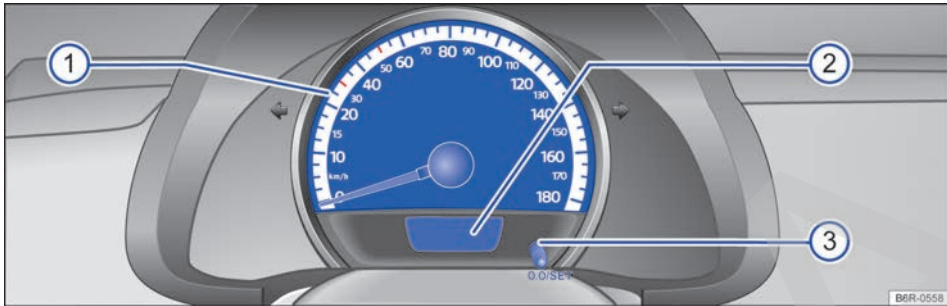
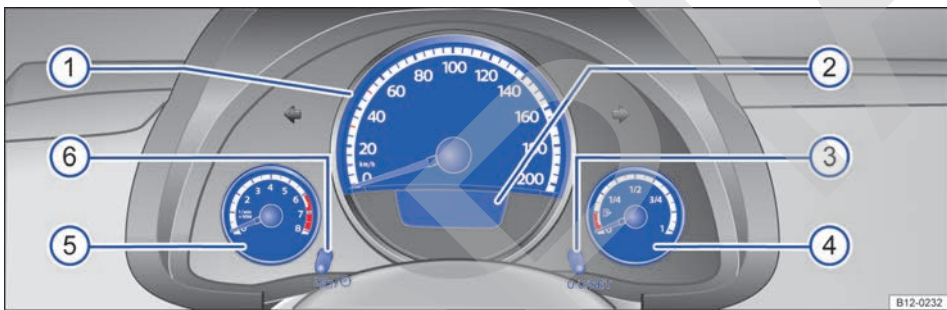
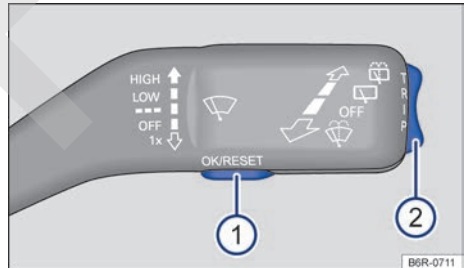

Fig. 9 Instrumento combinado en el panel de instrumentos: variante 1.
Fig. 10 Instrumento combinado en el panel de instrumentos: variante 2.
Fig. 11 Palanca de los limpiavidrios: botón ① para confirmar los ítems y tecla ② para cambiar el indicador del display.
Según la versión del vehículo, la variante 2 puede ser diferente en la división de la escala → fig. 10.
Significado de los instrumentos → fig. 9 o → fig. 10:
⑥ **Botón de ajuste del reloj** o para cambiar entre el indicador de temperatura exterior y el reloj.
- Con el encendido conectado¹⁾, para ajustar el reloj, si es necesario, cambie al indicador del reloj, presione la tecla → fig. 11 ② hacia arriba o hacia abajo o presione el botón de ajuste → fig. 10 ⑥.
Según la versión del vehículo, se pueden exhibir diferentes informaciones en el display del instrumento combinado → fig. 9 ② o → fig. 10 ②:
El indicador del intervalo de servicio aparece en el display del instrumento combinado → fig. 9  o → fig. 10 .
i El mensaje de servicio se apaga después de algunos segundos con el motor en funcionamiento o después de presionar el botón **OK** de la palanca de los limpiavidrios → fig. 11 ①.
- Si se muestra un mensaje o un dibujo del vehículo, presionar el botón **OK** → fig. 11 ①.
- Presionar la llave ② para arriba o para abajo, hasta que se muestre el indicador deseado.
- Presionar la llave de la palanca de los limpiavidrios → fig. 11 ②.
- Mantener el botón **OK** presionado en la palanca de los limpiavidrios → fig. 11 ① para seleccionar el indicador de horas, de modo que titile.
- Ajustar las horas con la llave de la palanca de los limpiavidrios → fig. 11 ②. Para ello, presionar la llave para arriba o para abajo, para aumentar o disminuir el indicador de horas.
- Mantener el botón **OK** → fig. 11 ① presionado durante aproximadamente 2 segundos.